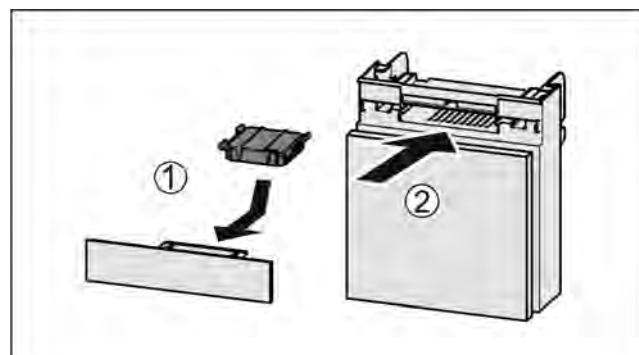

Fig. 35
- Установите фильтр с активированным углем, как показано на рисунке Fig. 35 (1).
- Вставьте отделение Fig. 35 (2).